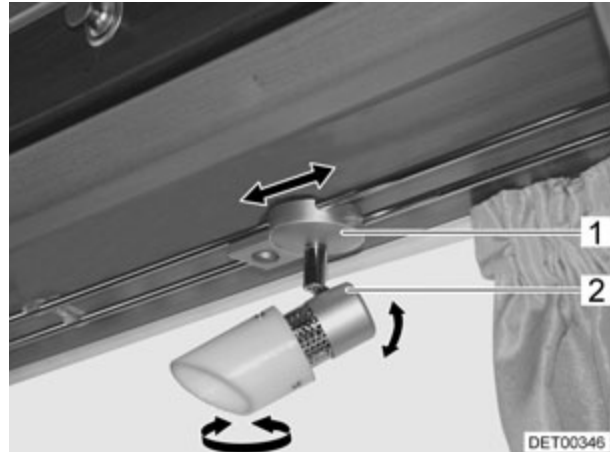

Fig. 69 Foco
- Cogér la carcasa (Fig. 69,2) y girarla.
- Cogér el soporte (Fig. 69,1).